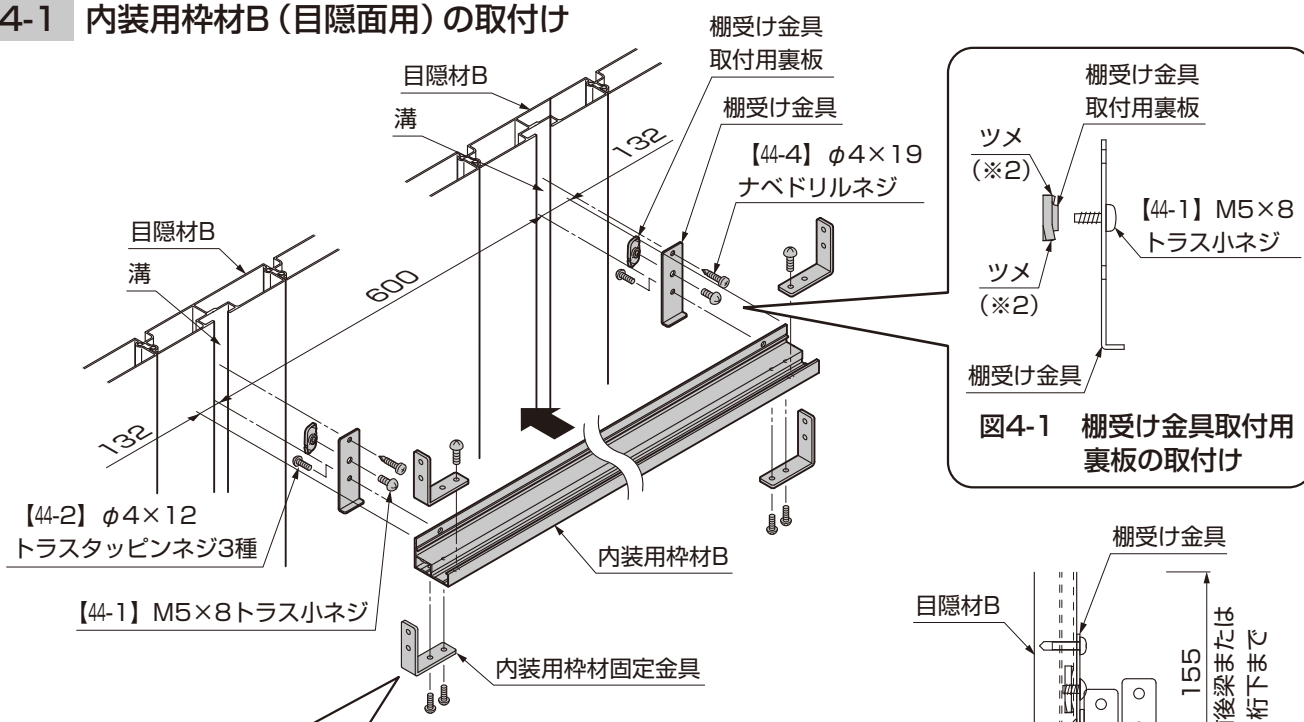

図4-1 棚受け金具取付用裏板の取付け
- 棚受け金具取付用裏板には表裏があります。角部にツメ（※2）が立っている側を棚受け金具側に向けてください。（図4-1参照）
- ②内装用枠材固定金具の1つを、内装用枠材Bの下から穴位置を合わせて【44-2】で取付けてください。
- ③もう一つの内装用枠材固定金具を、内装用枠材Bの上から穴位置を合わせて【44-2】で取付けてください。